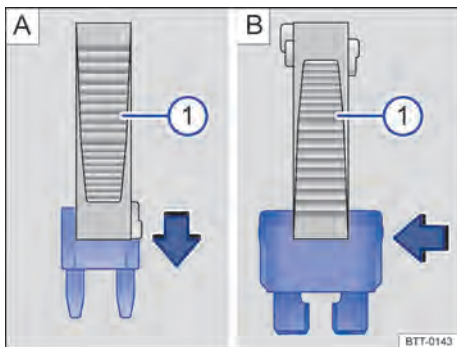

Fig. 236 Remover ou instalar um fusível com a garra da pinça de plástico ①. [A] Fusível pequeno. [B] Fusível grande.
- Se necessário, retirar a pinça de plástico ⇒ Fig. 236 ① da cobertura da caixa de fusíveis.
- Em caso de *fusíveis pequenos*, encaixar a garra ⇒ Fig. 236 por cima [A].
- Em caso de *fusíveis maiores*, empurrar a garra ⇒ Fig. 236 lateralmente sobre o fusível [B].
- Em caso de *fusíveis pequenos*, encaixar a garra por cima ⇒ Fig. 236 [A].
- Em caso de *fusíveis maiores*, empurrar a garra lateralmente sobre o fusível ⇒ Fig. 236 [B].
- Caso o fusível esteja queimado, substituir o fusível por um novo da *mesma* intensidade (mesma cor e inscrição) e do mesmo tamanho ⇒ ①.